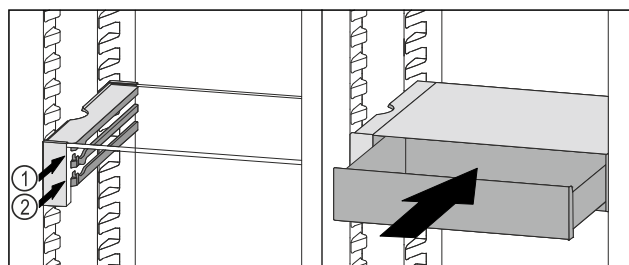

Fig. 114
- ▶ Predal VarioSafe namestite za zaustavljalnimi elementi na zeleni nastavek Fig. 114 (1) ali Fig. 114 (2).